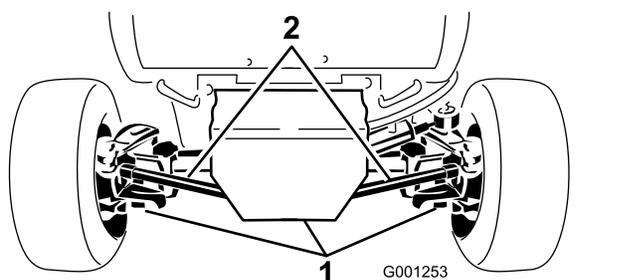

図 61
2. ドレンプラグ3個の周辺をウェスできれいにぬぐう 図 61。